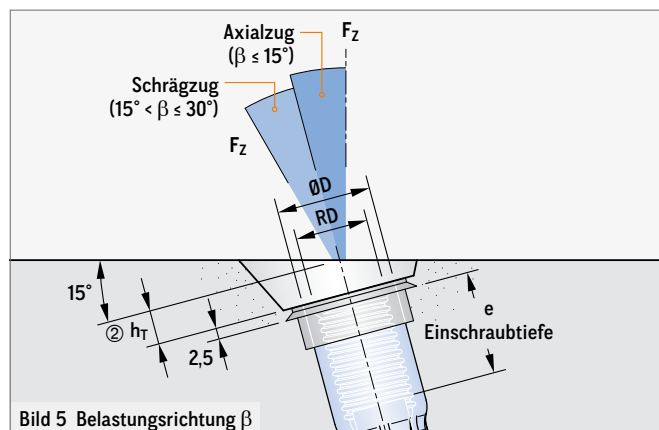

Bild 5 Belastungsrichtung β
② Die Einbautiefe h_T der Aussparungsteller SZ15 ist zu berücksichtigen (Bild 5, Tabelle 6 oder 8).
③ Auch in Ausführung Edelstahl erhältlich (Artikel-Nr. 75M_VA).